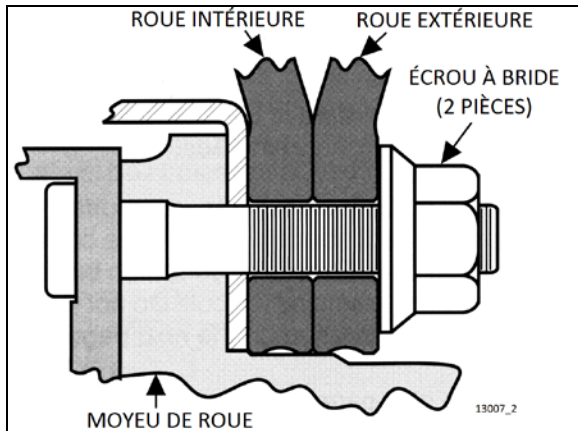

FIGURE 5 : ROUES D'ESSIEU MOTEUR
1. Desserrer un écrou du goujon hexagonal sur trois tours (Figure 5) ;